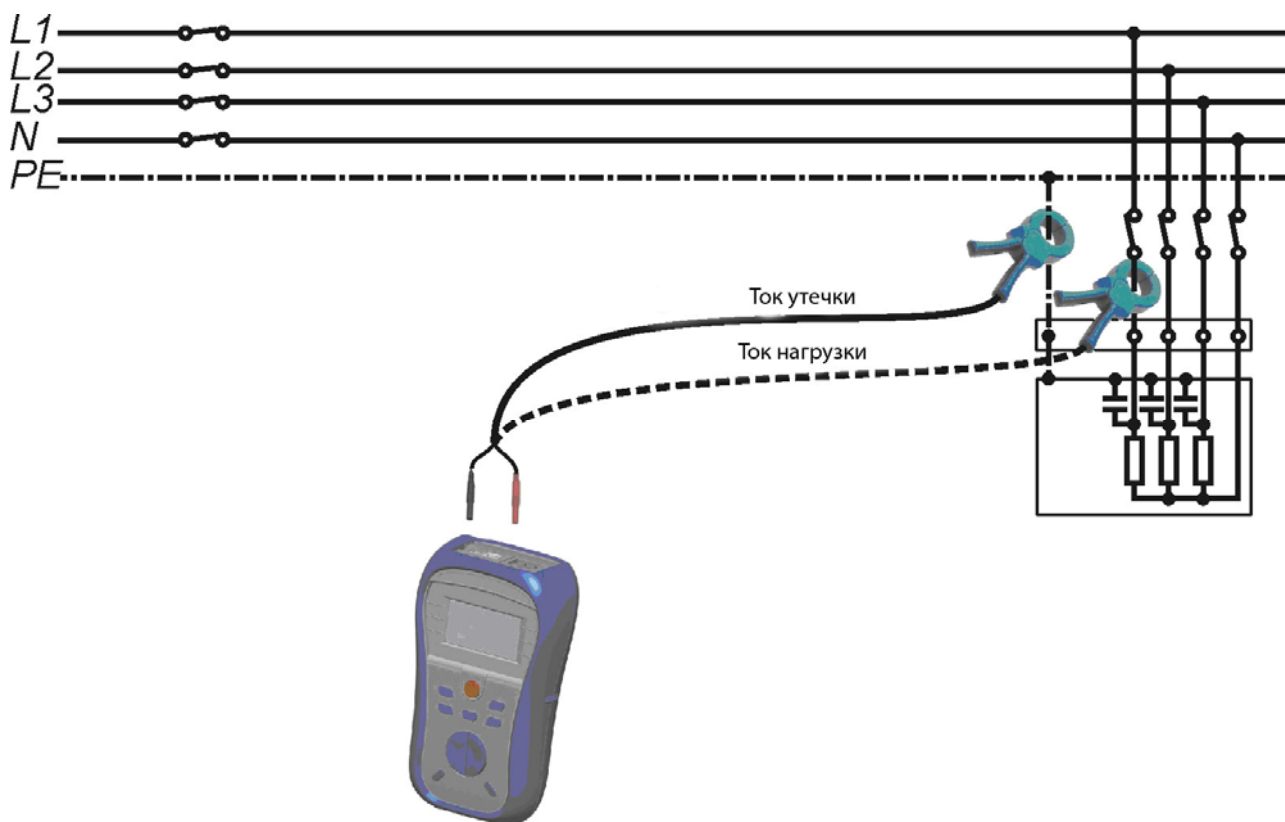

Рисунок 5.12: Измерение токов утечки и нагрузки
- Обхватите клещами исследуемый проводник (см. рисунок 5.12).